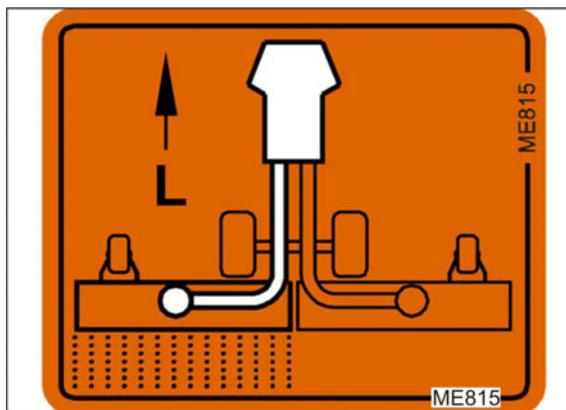

Рис. 196
3. Переместите рычаг вправо (Рис. 196/1) и зафиксируйте его: